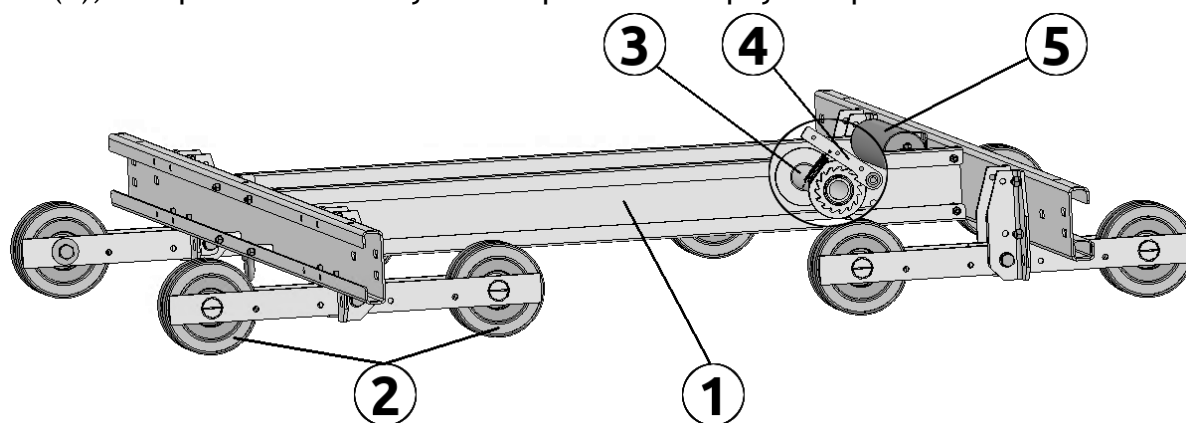

Рисунок 3.12
Составные бункеры (два для каждой батареи) крепятся к мобильной тележке (рис. 3.12). Тележка представляет собой стальную раму (1), установленную на пластиковые колеса (2), которые катятся по уголкам-рельсам сверху батареи.